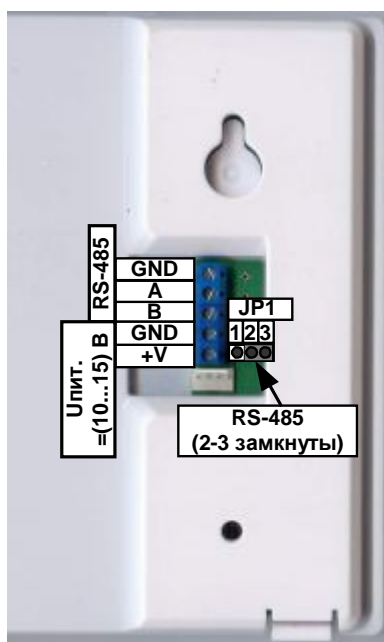
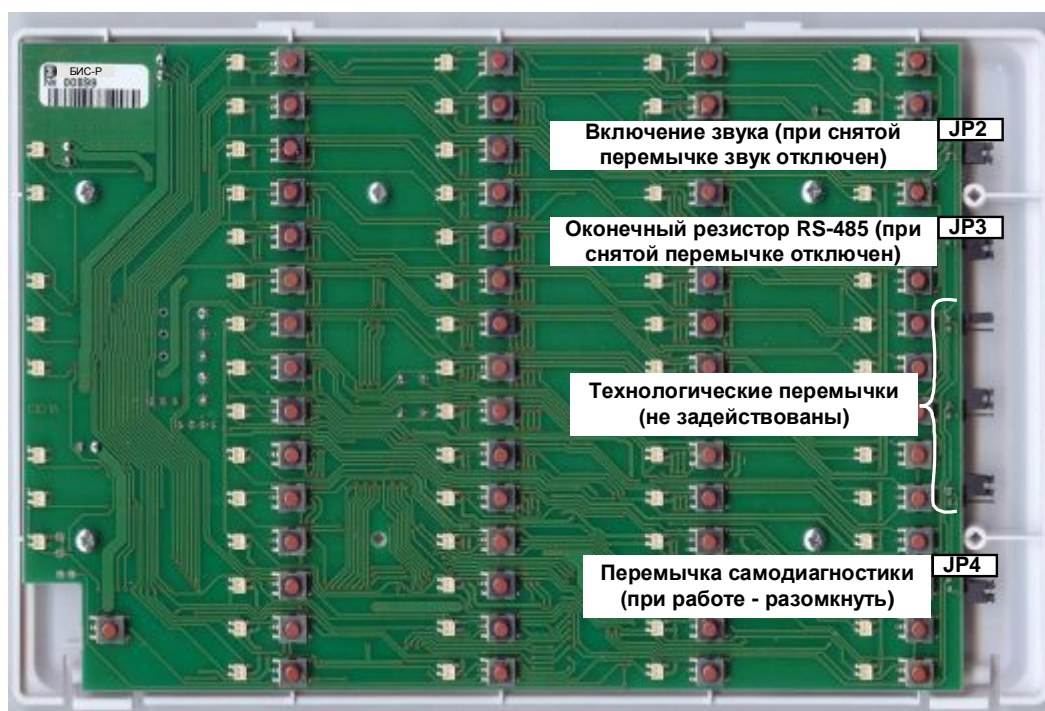

Рис. 3 Подключение (вид сзади).
Рис. 4 Перемычки (вид со снятой передней крышкой, спереди).
БИС-Р содержит клеммы подключения и переключки для настройки (см. Табл. 3, Рис. 3, Рис. 4).
5.3. Подключение БИС-Р к линиям связи с БЦП и источнику питания осуществляется через клеммную колодку, установленную на плате Рис. 3 Подключение (вид сзади).